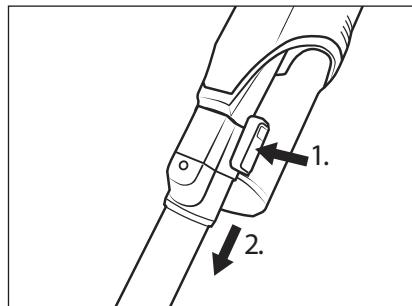

Fig. 11
- ◆ For at fjerne sugerøret **24** fra produktet skal du trykke på oplåsningsknappen til sugerøret **25** og holde den nede og tage sugerøret **24** ud af produktets sugeåbning (se fig. 11).